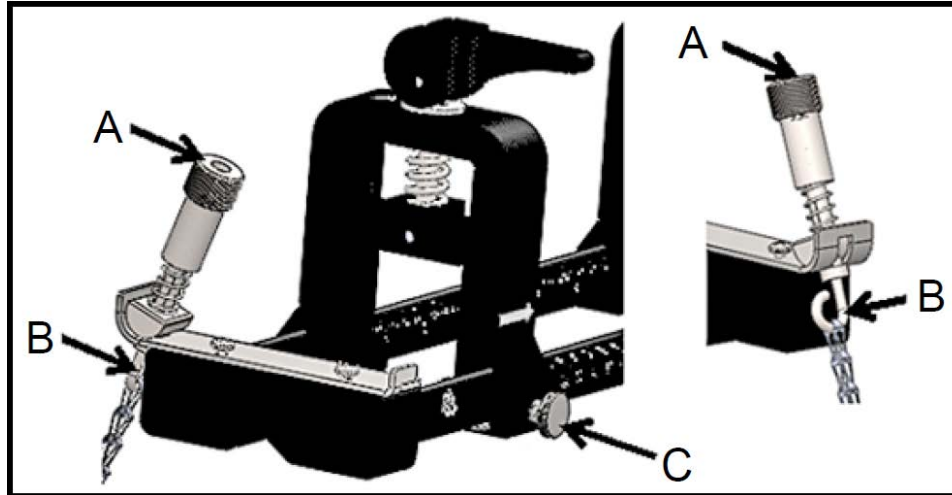

图 8: 支架初步设立
1. 在安装夹紧装置前, 请参考第 10 页上的图 8 并按以下所述继续:
- 确保连接到尾端平片的链条机构螺丝 (A) 完全松开。
- 确保链条上的最后一个链环固定在尾端件两侧的链条机构螺丝钩 (B) 上。
- 确保拧紧活动夹具上的翼形螺丝 (C), 使夹具不会在安装过程中移动。